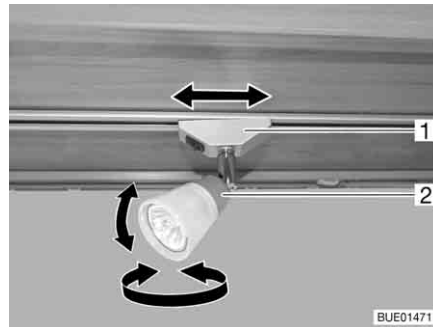

Bild 72 Spotleuchte
- Gehäuse (Bild 72,2) fassen und drehen.
- Halterung (Bild 72,1) fassen und um ca. 45° drehen.
- Halterung (Bild 72,1) fassen und um 90° drehen.